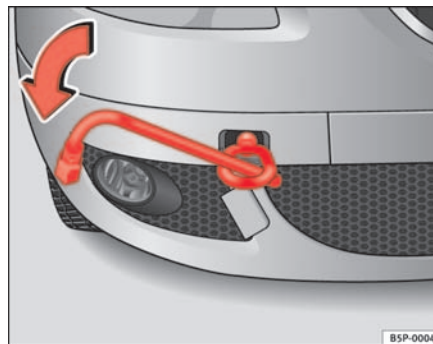
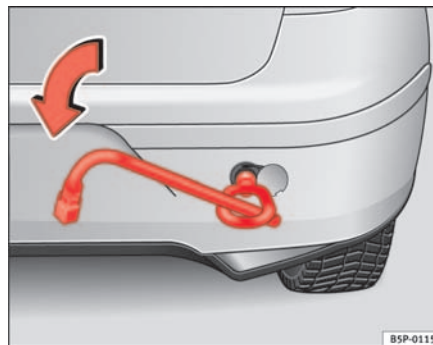

Abb. 194 Frontpartie rechts: Einschrauben der vorderen Abschleppöse
Abb. 195 Einschrauben der Abschleppöse hinten
- Schrauben Sie die Abschleppöse in Pfeilrichtung *links* herum bis zum Anschlag vorne ⇒ Seite 264, Abb. 194 oder hinten ⇒ Seite 264, Abb. 195 in die Gewindebohrung ein.